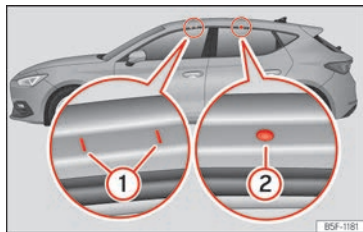

Abb. 202 Befestigungspunkte der Querstangen für den Dachgepäckträger (Leon).
Gültig für Leon: Die vorderen und hinteren Befestigungspunkte (1) und (2) sind nur bei geöffneten Türen sichtbar »» (Abb. 202).